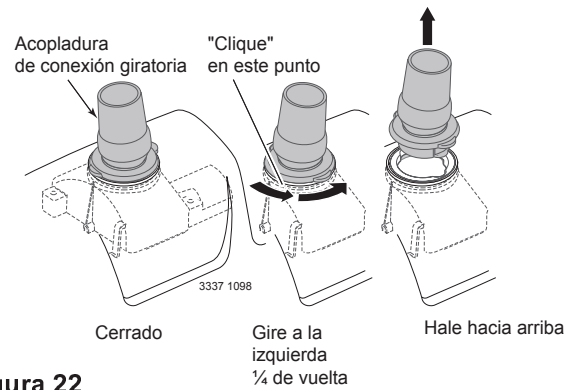

Figura 22
1. Remueva de la parte superior del limpiador la acopladura de conexión giratoria (Figura 22) haciéndola girar 1/4 de vuelta hacia la izquierda y jalándola hacia arriba.